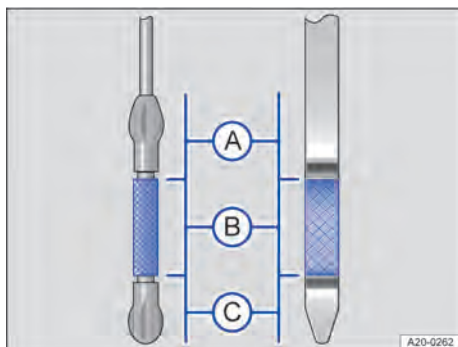

Fig. 185 Varetas de medição do óleo com marcação do nível do óleo do motor (variantes).
7. Retirar novamente a vareta de medição do óleo do motor e ler o nível no óleo do motor na vareta de medição da seguinte maneira → Fig. 185:
13. Ao final do processo de reabastecimento, o nível do óleo do motor deve se situar no mínimo no meio da faixa → Fig. 185 . O nível do óleo do motor não pode se situar na faixa → Fig. 185  → .
14. Se, por descuido, tiver sido reabastecido muito óleo de motor e o nível de óleo de motor estiver na faixa → Fig. 185 , não ligar o motor. Procurar auxílio técnico especializado.
- Se o nível do óleo do motor estiver na faixa → Fig. 185 , não dê partida ao motor e procure uma empresa especializada.